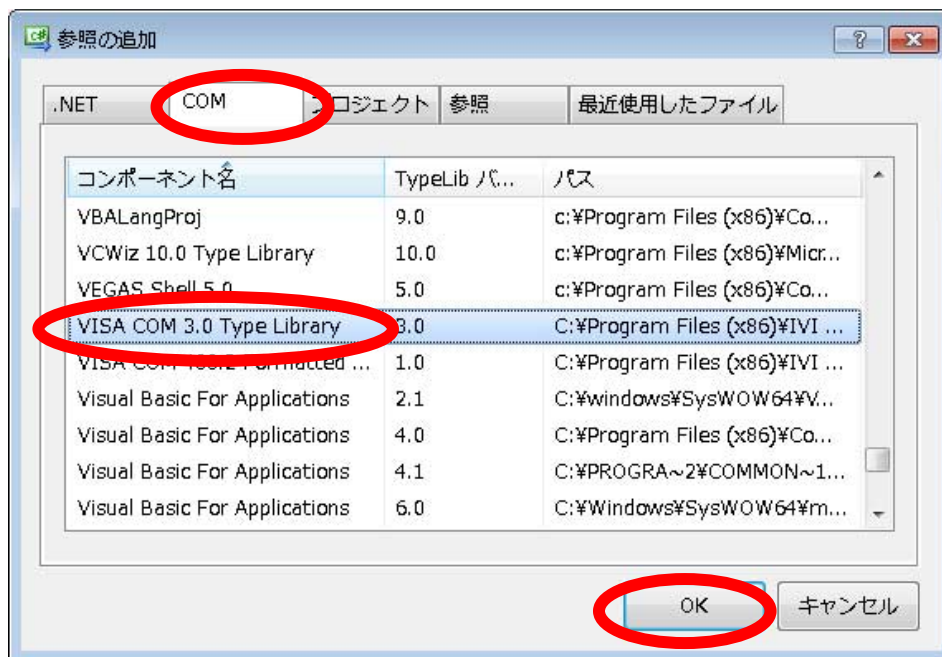

図 8 VISA COM 3.0 Library の追加(Visual C#)
- ⑥ COM ライブラリから VISA COM 3.0 Library を選択して OK ボタンを押します。(図 8)